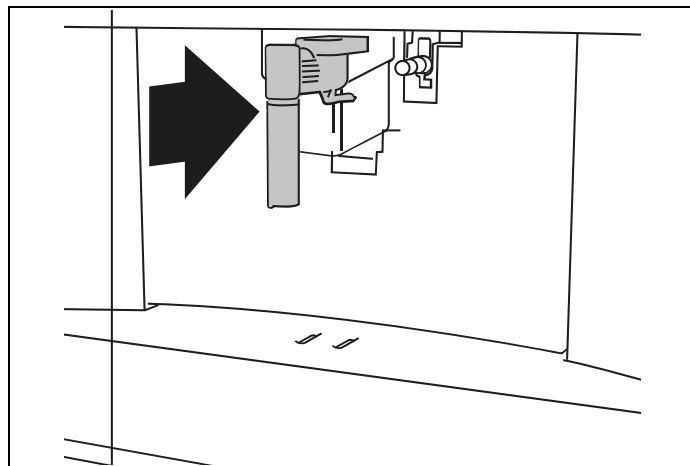
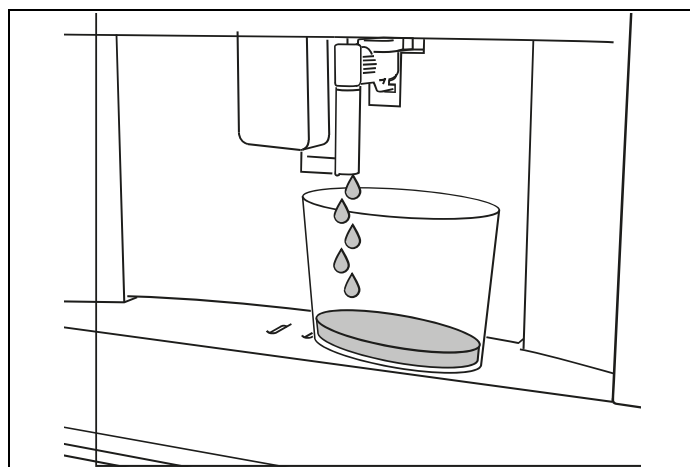

Fig. 21
Fig. 22
**4) SÄTT I VATTENUTLOPP** Kontrollera att hetvatten/ångpipen (C6) är införd i anslutningsmunstycket (A10) (Fig. 21 ) och placera en behållare med en min. kapacitet på 100 ml undertill (Fig. 22 ).
6) Tryck på  $\sqrt{\text{OK}}$  för att bekräfta: apparaten levererar vatten från pipen (Fig. 22 ) och stängs sedan av automatiskt.